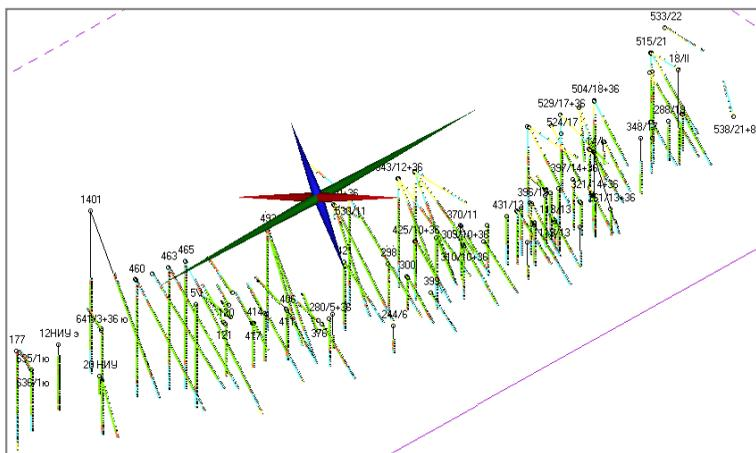

Рис. 1.23. Отображение осей анизотропии в GEOTECH-3G
- флажок **Оси анизотропии**. Установка флажка позволяет включить режим отображения осей анизотропии в 3-мерном окне графического редактора **GEOTECH-3D** (рис. 1.23). Оси отображаются для варианта вариограммного анализа, выбранного из нижерасположенного списка. Режим отображения осей действует, пока открыто окно **Вариограммный анализ**;